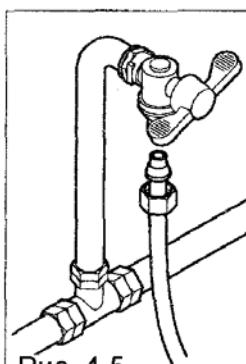

Рис. 4.5
- присоедините кран к автомату с помощью трубы из нейлона, пригодной для пищевых продуктов и рассчитанной на давление в водопроводной сети. В случае использования гибкой трубы необходимо присоединить укрепляющий вкладыш, вставляемый внутрь (рис. 4.5)